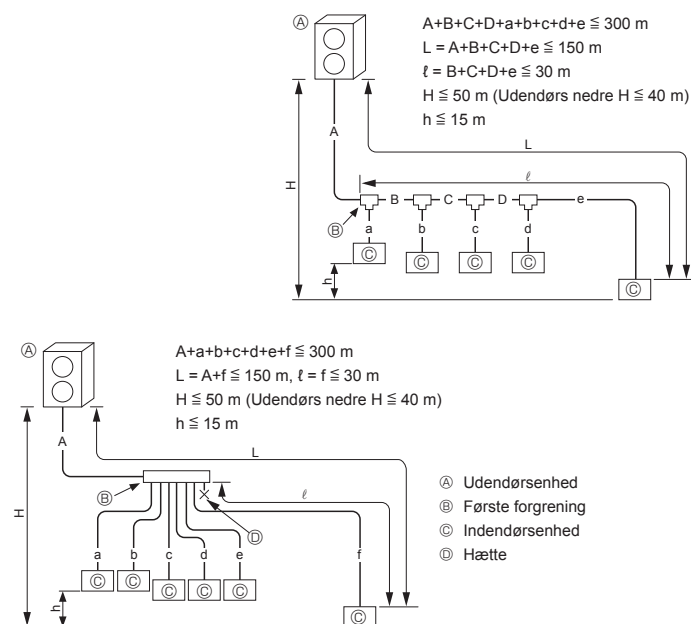

Fig. 4-1
4.2.1. Tilslutning uden forgrening (Fig. 4-1)